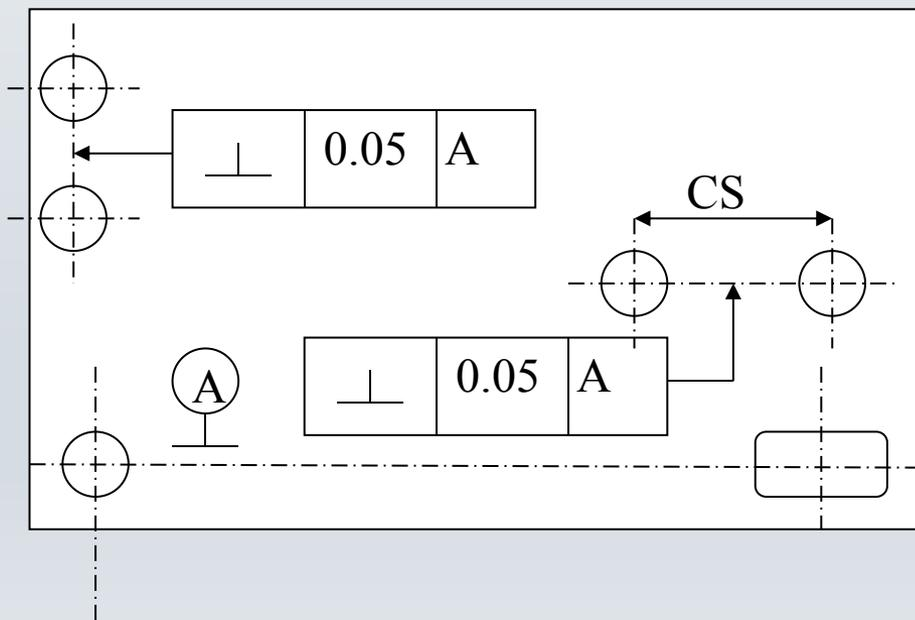

图 7
1. 元件插孔中心连线的平行度或垂直度如图7所示。
2. 元件插孔的中心距CS见图7示：